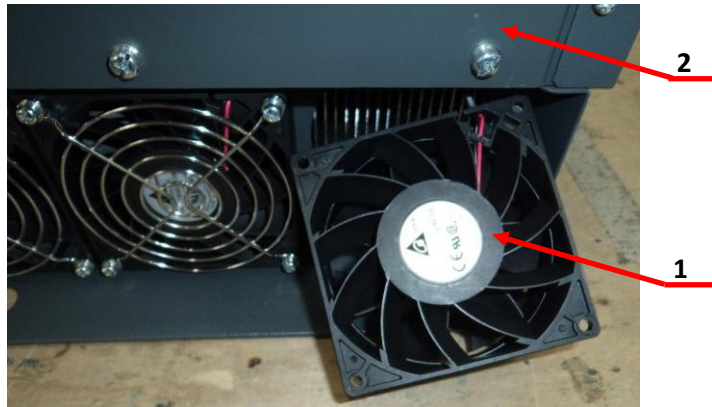

Рис.6.11
- 6.6.3. Извлечь вентилятор поз.1 из корпуса ПЧ поз.2 (рисунок 6.11). Для этого снять вентилятор с посадочного места и аккуратно потянуть его провод питания.